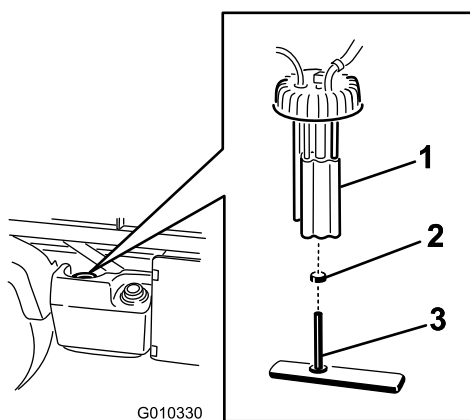

Figure 49
2. Débranchez les connecteurs des faisceaux de câblage de la pompe à carburant (Figure 49).
3. Desserrez le collier et débranchez la conduite d'alimentation de la pompe à carburant (Figure 49).
4. Dévissez le bouchon de la pompe à carburant sur le haut du réservoir de carburant (Figure 49).
5. Déposez la pompe à carburant et le filtre à carburant du réservoir (Figure 49).
6. Enlevez le collier qui fixe le flexible du filtre à carburant au raccord de la pompe à carburant. Débranchez le flexible du raccord (Figure 49).